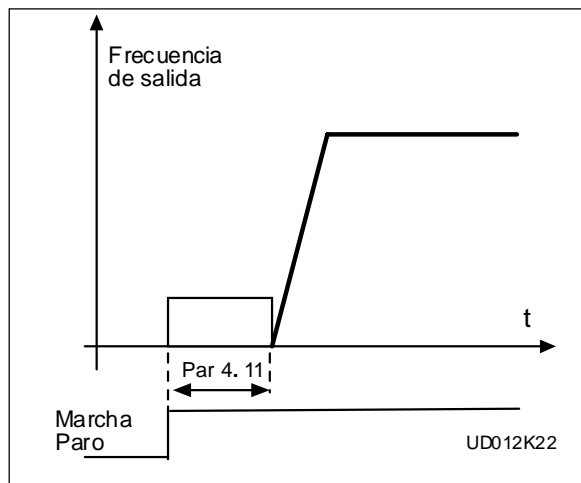

Figura 6.5-15 Tiempo freno CC a la marcha
**>0** El freno de CC se activa en el momento de la marcha y este parámetro define el tiempo hasta que se libera el freno. Después de liberar el freno aumenta la frec. de salida en función de los ajustes de marcha par. 4. 6 y par. de aceleración (1. 3, 4. 1 o 4. 2, 4. 3), ver figura 6.5-15.